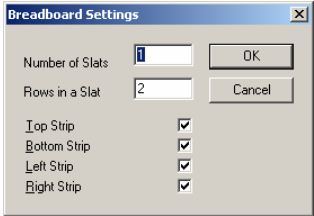

图 10-3 面包板设置
2) 在 3D View 界面中，选择 “Options” → “Breadboard Settings” 命令，也可以双击在 3D View 界面上工具条中快捷键图标，则弹出设置面包板属性对话框，如图 10-3 所示。在对话框中根据需要可对面板工作界面的大小，是否要上、下、左、右接插孔边条进行设置。